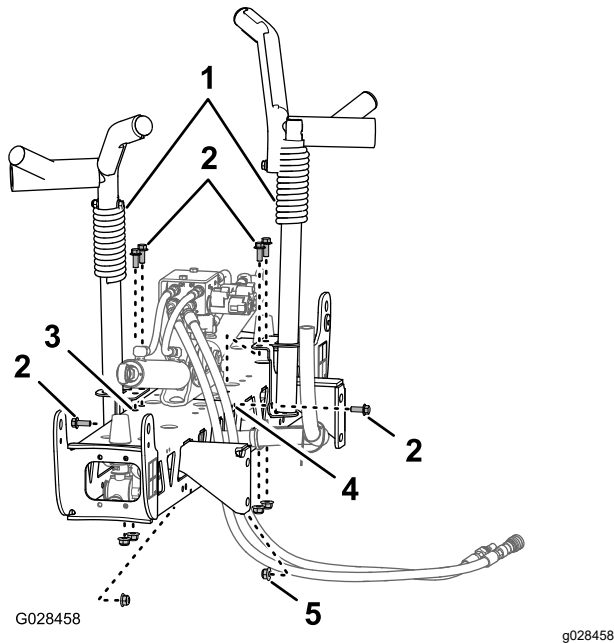
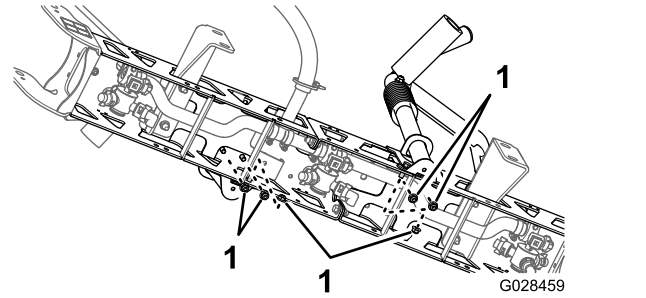

Bild 37
Bild 38
2. Fluchten Sie die Transportgabeln des mittleren Auslegerabschnitts aus (Bild 37).
3. Befestigen Sie die Gabeln mit sechs Schrauben ($\frac{3}{8}$ " x 1") und sechs Sicherungsbundmutter ($\frac{3}{8}$ ") am Auslegerabschnitt (Bild 37 und Bild 38).